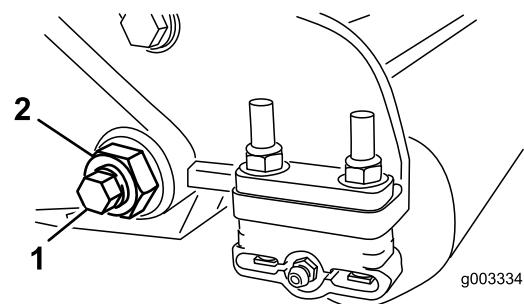
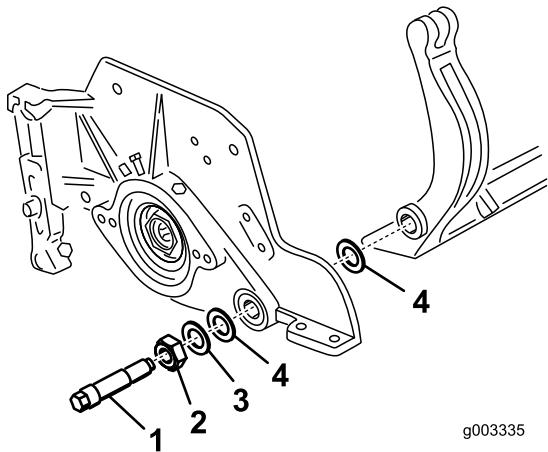

図 38
図 39
3. ベッドバー bolt 図 38 を固定しているロックナット機体両側をゆるめる。
4. 各ベッドバー bolt を抜いてベッドバーを下に引き抜いて外す図 38。ベッドバーの両端にそれぞれナイロンワッシャー2枚とスチールワッシャーが1枚ずつあるので注意する図 39。
**注** サイドプレートのボスの両側にナイロンワッシャを入れる。その外側からスチール製ワッシャを取り付ける図 39。